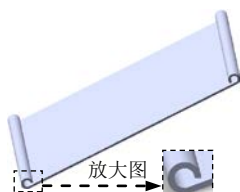
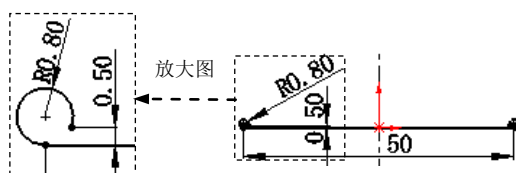

图 5.2 基体—法兰 1
图 5.3 横断面草图
Step2. 创建图 5.2 所示的钣金基础特征——基体—法兰 1。
(1) 选择命令。选择下拉菜单 **插入(I)**  **钣金(H)**  **基体法兰(A)...** 命令(或单击“钣金”工具栏上的“基体法兰/薄片”按钮 )。
(2) 定义特征的横断面草图。
① 定义草图平面。选取前视基准面作为草图平面。
② 定义横断面草图。在草图环境中绘制图 5.3 所示的横断面草图。
③ 选择下拉菜单 **插入(I)**  **退出草图** 命令，退出草图环境，此时系统弹出“基体法兰”对话框。
(3) 定义钣金参数属性。
① 定义深度类型和深度值。在 **方向1** 区域的  下拉列表中选择 **两侧对称** 选项，在 **D1** 文本框中输入深度 30.0。
② 定义钣金参数。在 **钣金参数(S)** 区域的  文本框中输入厚度 0.5，在  文本框中输入圆角半径 0.2。
③ 定义钣金折弯系数。在 **折弯系数(A)** 区域的下拉列表中选择 **K 因子** 选项, 把文本框 **K** 的因子系数改为 0.4。
④ 定义钣金自动切释放槽类型。在 **自动切释放槽(I)** 区域的下拉列表中选择 **矩形** 选项, 选中 **使用释放槽比例(A)** 复选框, 在 **比例(I):** 文本框中输入比例系数 0.5。
(4) 单击  按钮, 完成基体—法兰 1 的创建。